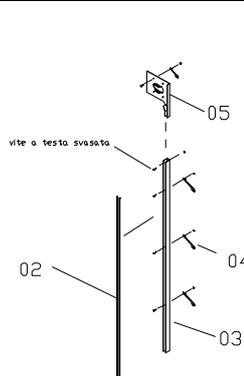

FIG. 04
1. Fissare le bandiere (05) alle guide (03) utilizzando le viti a testa svasata e i relativi bulloni forniti. Fissare le tenute (04) alle guide e alle bandiere. Inserire le guarnizioni (02) fornite alle guide. Le guarnizioni possono essere assemblate dopo aver murato le guide stesse. (FIG. 04).